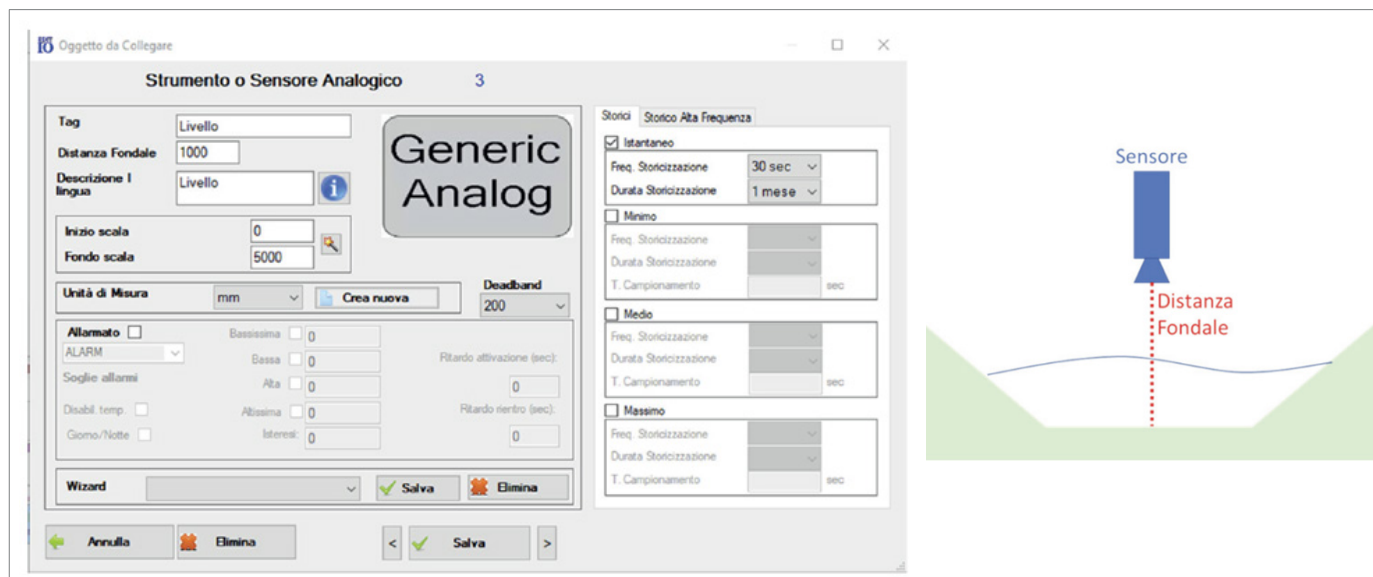

Fig. 8.30. Configurazione della variabile di portata
1. Indicare in "Distanza Fondale" la distanza tra il trasmettitore di livello e il fondale (in mm) come mostrato in Fig. 8.30.
Alla misura ottenuta aggiungere 55mm. Il valore così ottenuto sarà il valore “Distanza Fondale” da impostare sulla schermata in Fig.8.30. come visto in precedenza.